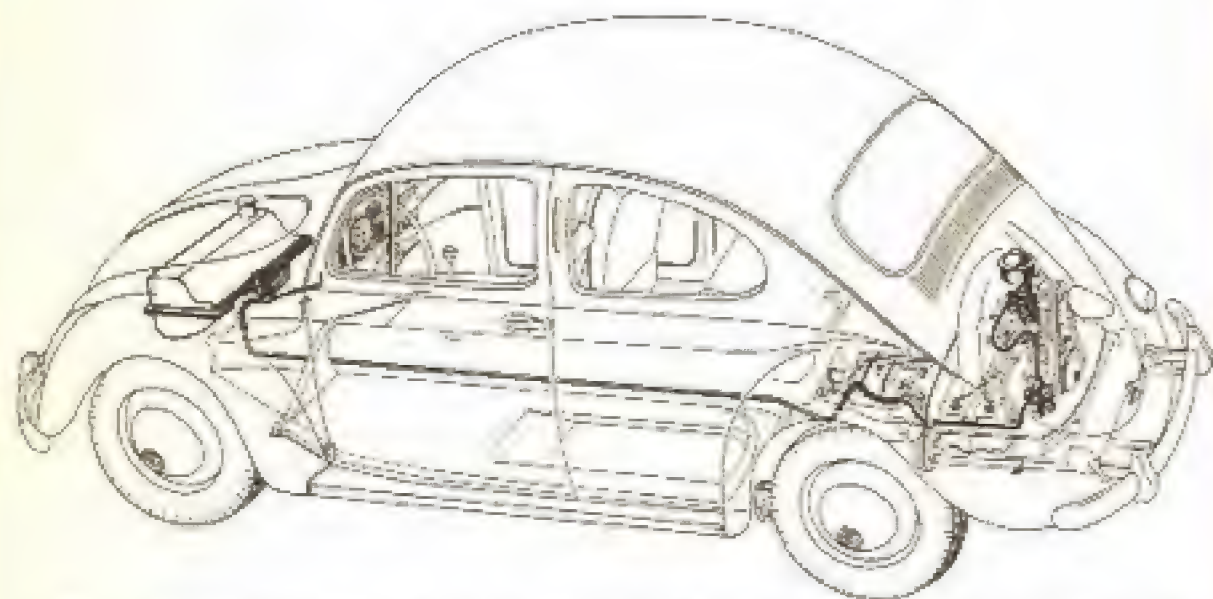

Fig. 1-E — Esquema do sistema de alimentação do sedan e do Karmann-Ghia. Nos utilitários o tanque de gasolina fica mais próximo do motor.
**Regulagem do ponto de ignição** — Todas as vezes que se regulam os platinados ou se substituem os mesmos, impõe-se uma verificação e um ajuste do ponto de ignição. O procedimento é o seguinte: retira-se a tampa do distribuidor e gira-se a polia com a mão até que o entalhe em "V" existente em sua borda se alinhe com a união das duas metades da carcaça e o rotor esteja apontado para o risco da borda do distribuidor que indica o cabo da vela do cilindro n.º 1. (Nos modelos "1 200", até 1966, há um só entalhe. Nos motores "1 300", "1 500" e "1 600" sedan há 2 entalhes. O que deve se alinhar com a linha da união das carcaças é o da direita, 1.º no sentido da rotação. Solta-se o parafuso do suporte do distribuidor (25, 26, Fig. 1-D). Retira-se o cabo do centro da tampa do distribuidor e aproxima-se o mesmo a uma distância de 5 a 6 mm de um ponto do motor. Liga-se a chave de ignição e gira-se o distribuidor no sentido dos ponteiros do relógio até que se fechem. Gira-se o distribuidor em sentido contrário, até que se produza uma centelha entre o cabo e a carcaça do motor. No mesmo momento, produz-se uma centelha entre os platinados. Firma-se o distribuidor e aperta-se o parafuso de fixação.